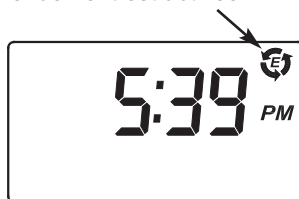

FIG. 25
3. Appuyez trois fois sur le bouton CHOISIR pour revenir à l'écran de fonctionnement normal (consultez la figure 25).